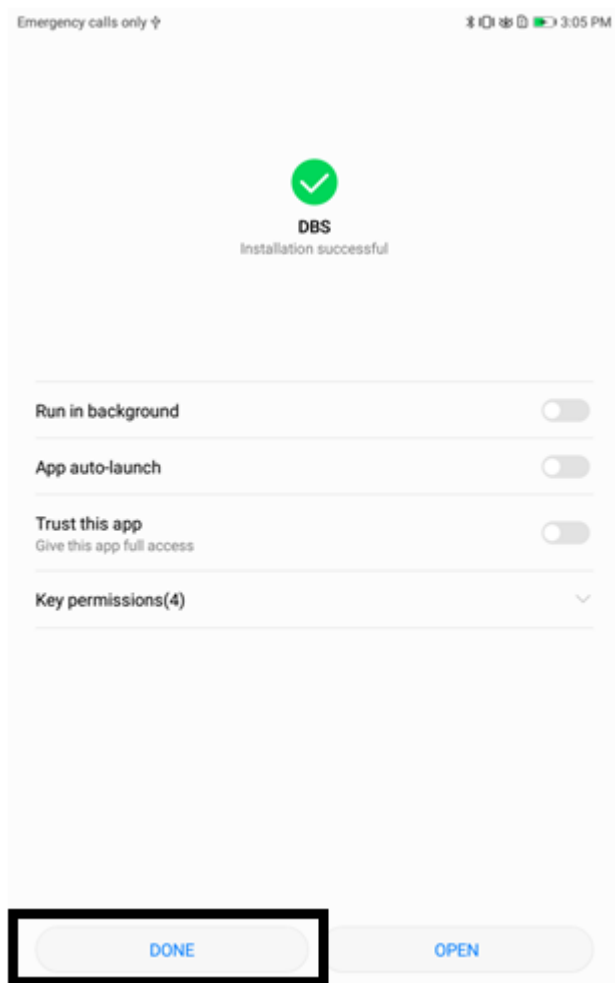

Figura 5. Interfaz de instalación exitosa.
6. Aparece un mensaje cuando el software se instala correctamente. Haga clic en HECHO (DONE) (Figura 5) para completar la instalación.